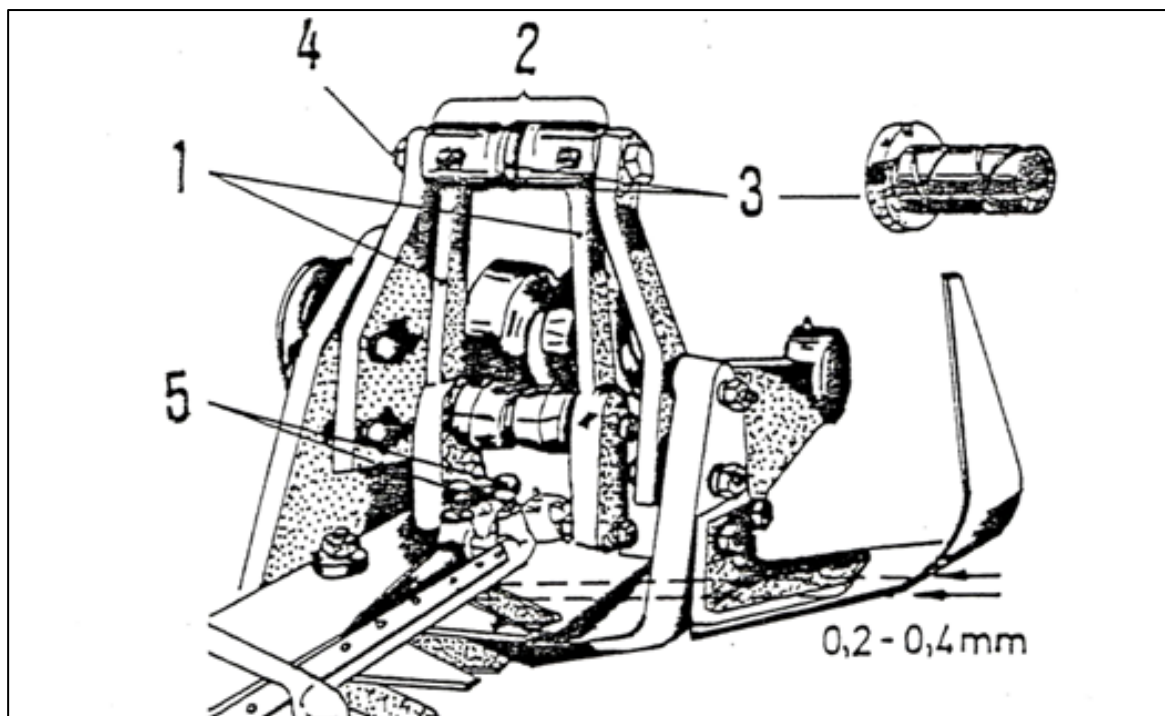

Bild 7.
- Lossa skruvarna som fäster skärbalkarna till drivmekanismen (bild 7, pos. 5).
Tvåarmade hävarmar (bild 7, pos. 1) oscillerar i det övre lagret (bild 7, pos. 2) där bronsbussningar är pressade, och dessa roterar kring excenterbussningar (bild 7, pos. 3) som används för att ställa in spel mellan skärbalkarna i arbetsläge.
- Lossa kronmuttern (pos. 4, bild 7) på den övre axeln tills excenterbussningarna kan vridas för hand eller med verktyg.
- Efter justering, dra åt kronmuttern (pos. 4, bild 7) ordentligt och säkra den med sprint mot självlossning